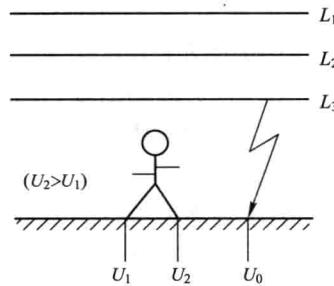

图 1-4 跨步电压触电
③ 跨步电压触电。当带电体接地有电流流入地下时，电流在接地周围土壤中产生电压降。如雷击，人在接触地点周围，两脚之间出现的电位差即为跨步电压触电。如图 1-4 所示。